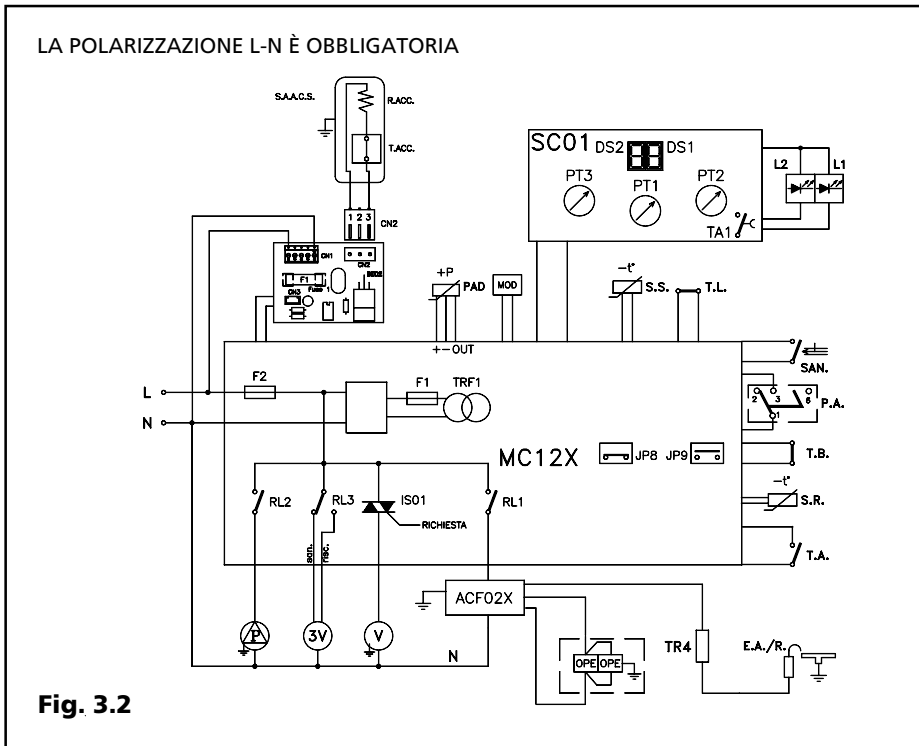

Fig. 3.2
3.2 Principio di funzionamento elettrico in sanitario (Fig. 3.2)